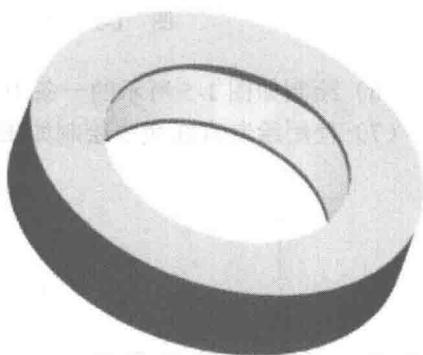

图 1-10
- (6) 单击鼠标中键，完成模型的镜像，结果如图 1-10 所示。